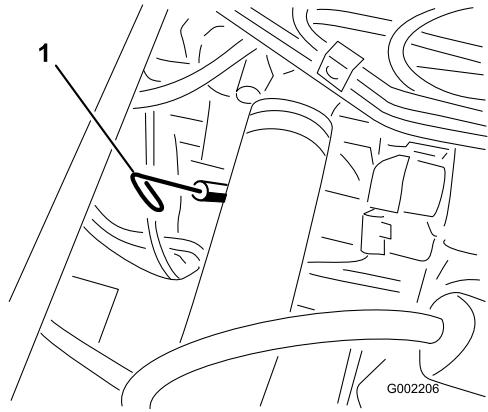

図 39
2. 助手席の下にあるディップスティックを抜き、ウェスで一度きれいに拭く（図 39）。ディップスティックを、チューブの根元までもう一度しっかりと差し込む。ディップスティックを引き抜いて油量を点検する。
13. オイル補給口のキャップを取り、所要量の約 80% のオイルを補給口から入れる (図 39)。